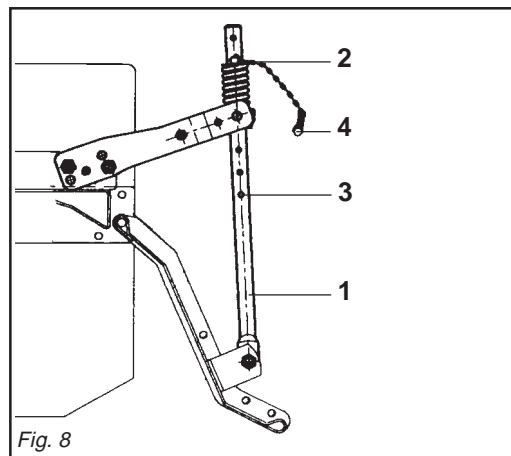

Fig. 8
- 6 - Il martinetto a molla (1 Fig. 8) oltre a sostenere la lamiera livellatrice ed ammortizzarla nel trasporto su strada, serve a evitare il ribaltamento della zappatrice durante il parcheggio. Durante il lavoro e nel trasporto su strada la copiglia (4 Fig. 8) va tolta dal tubo del martinetto e lasciata libera. A seconda della posizione, determinata dalla copiglia (2 Fig. 8) sui vari
- 6 - *Besides supporting the levelling plate and acting as a shock absorber for it during road transport, the spring ram (1 Fig. 8) prevents the steerage hoe from overturning when parking. During work and road transport, the split pin (4 Fig. 8) must be removed from the ram tube and left free. The effect of the levelling plate on the soil can be increased or decreased*
- 6 - Die Federwinde (1 Abb. 8) trägt nicht nur das Planierschild und dient beim Straßen-transport zur Dämpfung von Stößen, sondern sie soll auch verhindern, daß die Hackfräse während des Parkens umkippt. Während der Arbeit und beim Straßen-transport ist der Splint (4 Abb. 8) vom Rohr des Hydrozylinders abzunehmen und frei zu lassen.
- 6 - *Le vérin à ressort (1 Fig. 8) sert de soutien à la tôle de nivellement et de suspension pendant le transport sur route, pour éviter le basculement du cultivateur lors du stationnement. Pendant le travail et dans le transport sur route la goupille (4 Fig. 8) doit être enlevée du tube du vérin et laissée libre. L'effet de la tôle de nivellement sur le*
- 6 - El gato de resorte (1 Fig. 8), además de sostener la chapa de nivelación y protegerla durante el transporte en carretera, sirve para evitar el vuelco de la binadora durante el estacionamiento. Durante el trabajo y en el transporte en carretera el pasador (4 Fig.8) debe ser quitado del tubo del cilindro y dejado libre.
fori posti nel tubo del martinetto (3 Fig. 8) si riesce ad aumentare o diminuire l'effetto della lamiera livellante sul terreno.
depending on the position, established by the split pin (2 Fig. 8) in the various holes in the ram tube (3 Fig. 8).
Je nach der Position, die durch den Splint (2 Abb. 8) in den verschiedenen Löchern des Windenrohres (3 Abb. 8) festgelegt wird, kann die Wirkung des Planierschilds auf den Boden erhöht oder verringert werden.
terrain peut être augmenté ou diminué en changeant la position de la goupille (2 Fig. 8) dans les différents trous du tube du vérin (3 Fig. 8).
De acuerdo a la posición, determinada por el pasador (2 Fig. 8) en los diversos orificios del tubo del gato (3 Fig. 8) se logra aumentar o disminuir el efecto de la chapa de nivelación sobre el terreno.